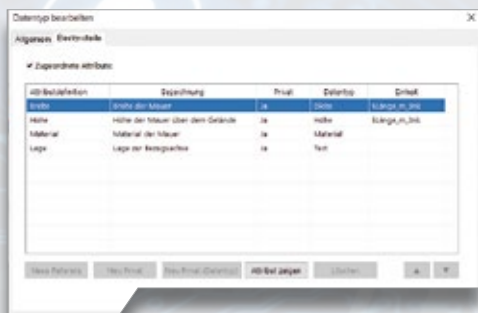

Bild 1: Um Nebenattribute zu verwenden, muss zuerst der Datentyp angelegt werden.
1. Als Erstes legen Sie den Datentyp für die Zusammenstellung der Informationen an. In unserem Beispiel besteht die Mauer aus einer Breite, einer Höhe, einem Material und einer Information darüber, wie die Lage zur Bezugslinie definiert ist, siehe Bild 1.